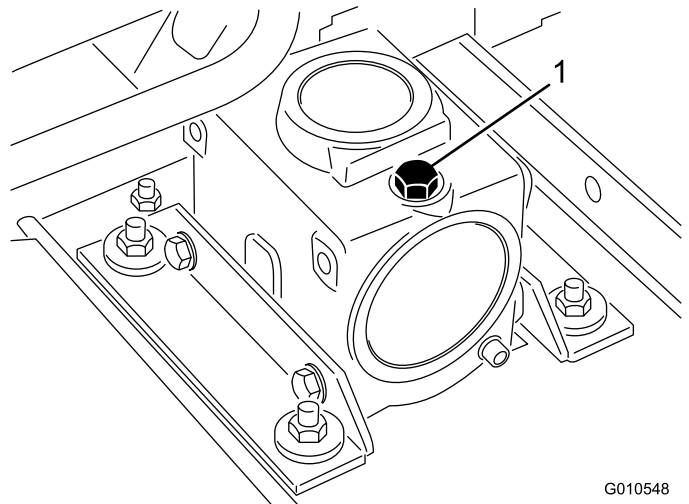

Figura 12
2. Retire la varilla/ tapón de llenado de la parte superior de la caja de engranajes (Figura 12) y asegúrese de que el lubricante está entre las marcas de la varilla. Si el nivel de lubricante es bajo, añada suficiente lubricante para que el nivel quede entre las marcas.